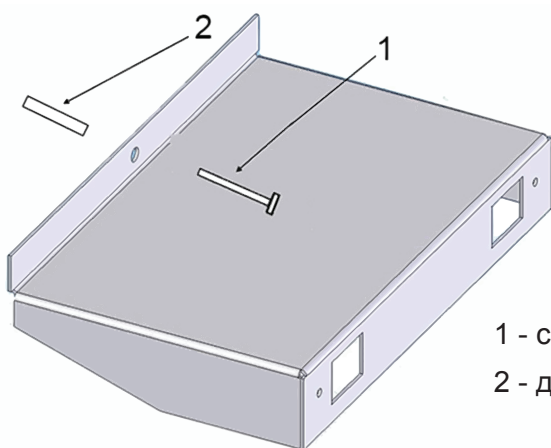

Рисунок 14 - Крепление модуля к стене
2. прикрутите упоры к модулю четырьмя винтами (см.рис.14);
6. установите дюбеля, снова пододвиньте модуль, так, чтобы установочные отверстия в стене совпали с отверстиями в упорах. Затем закрепите модуль при помощи самонарезающихся винтов(см.рис.14).